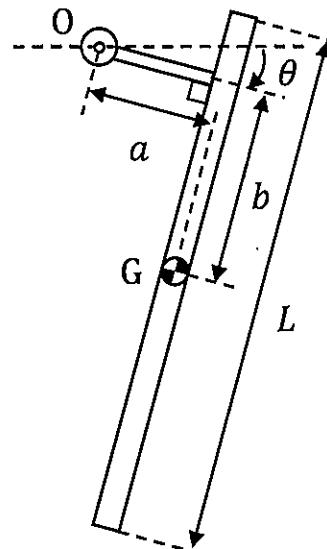

図 2-1
- [1] 図2-1に示すように、質量 m 、長さ L の剛体棒が質量の無視できる長さ a のアームの端点と剛体結合されており、アームの他方の端点 O を支点として鉛直面内で回転できる。支点 O は環境に固定されており動かない。剛体棒とアームとの結合位置から剛体棒重心 G までの長さは b である。剛体棒の回転角を、アームが水平で G がアームより下側にあるときの角度を基準に、アームが下側に振れる向きを正として θ とする。重力方向は紙面下向きであり、重力加速度を g とする。この系に散逸は無い。以下の(1)～(4)について答えだけを解答せよ。